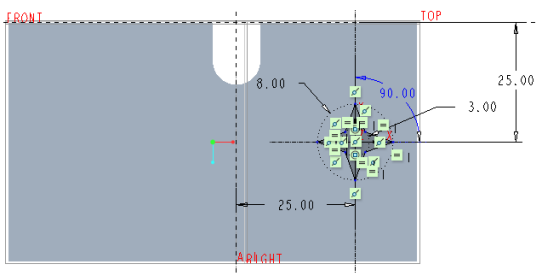

图 1-278 绘制剖面
(3) 绘制图 1-278 所示的剖面, 并单击  (坐标系) 按钮在剖面中心绘制一个坐标系, 注意使用标注工具标注剖面中心到折弯轴线的距离为“25”。单击  (确定) 按钮。注意若草绘截面中包含一个坐标系, 则在制造和对称工具轴时可以用该坐标轴来放置 UDF。